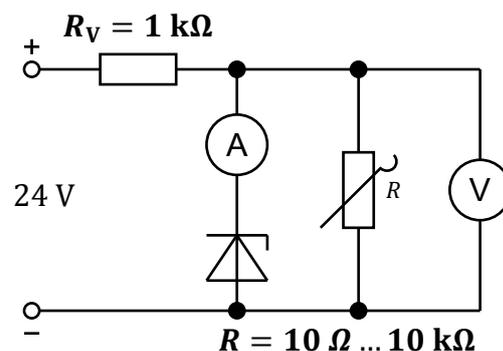

Abbildung 15: Messschaltung bei konstanter
- in Abhängigkeit von der Belastung  $R$  bei konstanter Spannung  $U$  (Abbildung 15)! Darzustellen sind  $U_a = f(R)$  und  $I_Z = f(R)$  in einem Diagramm (Maßstab der  $R$ -Achse:  $1 \text{ cm} \triangleq 500 \Omega$ )!